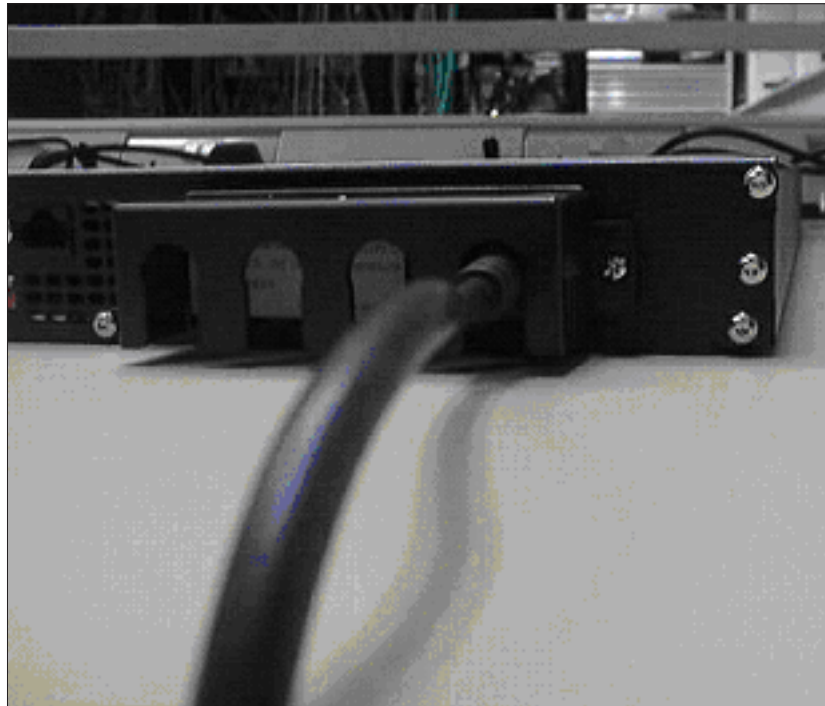
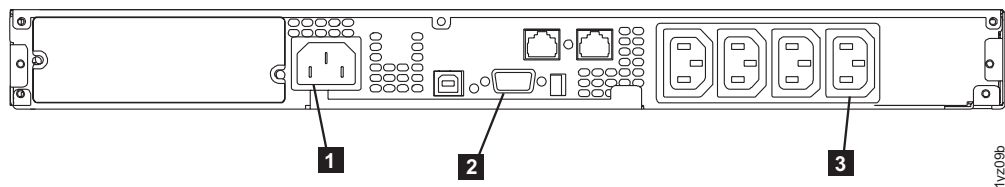

図 210. 2145 UPS-1U に接続された 2145 UPS-1U のケーブル保持ブラケット
図 211. 2145 UPS-1U (背面図)
9. 2145 UPS-1U の背面で、SAN ボリューム・コントローラ の電源ケーブルを 負荷セグメント 2 コンセント (570 ページの図 211 の **3**) に接続します。該当する場合は、電源ケーブル保持ブラケット (570 ページの図 210 に示す) をインストールします。
10. SAN ボリューム・コントローラー シグナル・ケーブルを通信ポート (図 211 の **2**) に再接続します。
11. 2145 UPS-1U の主電源ケーブルを再接続します。この再接続は、電力配分装置または冗長 AC 電源スイッチ のいずれかから、入力コネクタ (図 211 の **1**) への接続です。
これで、2145 UPS-1U は待機モードになり、SAN ボリューム・コントローラーがオフラインになるはずですが、図 211 に示されているすべてのインディケータがオフになります。